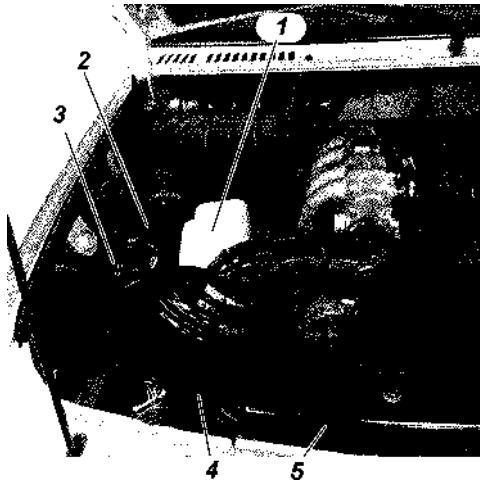

Рис. 3.45. Подкапотное пространство (фрагмент):
**Бачок омывателя** 1 (рис. 3.45) заполняйте чистой водой (летом) или специальной незамерзающей при температуре ниже 0°C жидкостью.